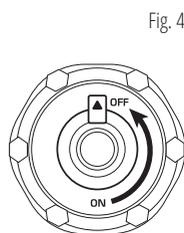

Fig. 4
7. Après l'arrêt, laissez refroidir le générateur et fermer l'évent sur le bouchon du réservoir de carburant (position OFF, fig. 4).